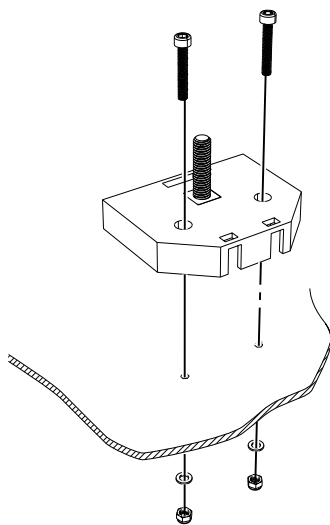

Abbildung 30. Den Sicherungshalter festschrauben
1. Den Sicherungskasten mit den mitgelieferten Schrauben (2 St. M4x25) sowie Unterlegscheiben und Muttern festschrauben, siehe Abbildung 30.